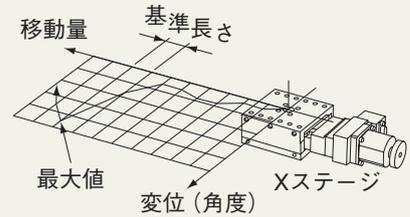

図8
⑥ヨーイング【図8】[JIS B 6191-1993 準拠]